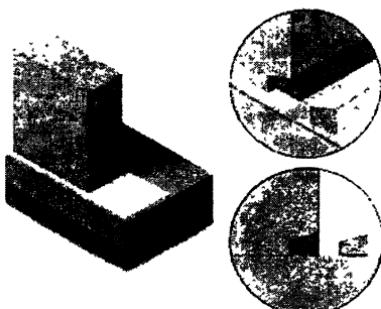

Рисунок 9
- шпатлевочную смесь уложить в паз (рисунок 9);